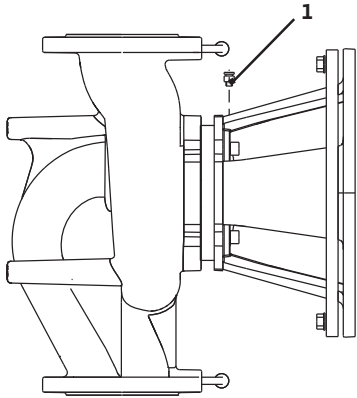

Fig. 40: Ontluchtungsventiel
- Pompen ontlichten door de ontluchtungsventielen los te maken (Fig. 40, pos. 1). Droogloop beschadigt de mechanische afdichting van de pomp. De verschildruksensor mag niet worden ontlicht (gevaar voor beschadiging).